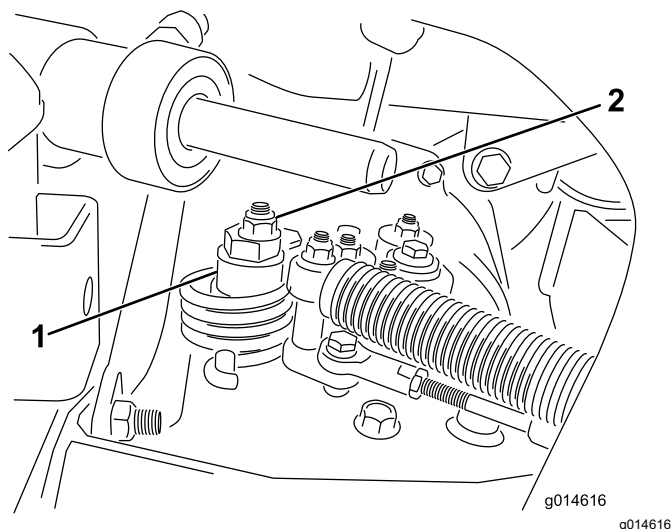

Figura 42
A. Liberte a porca que fixa o disco excêntrico ao cima do hidróstato (Figura 42).
C. Rode o disco excêntrico até eliminar a deslocação em qualquer um dos sentidos. Quando a roda deixar de rodar, aperte a porca, bloqueando deste modo o disco excêntrico e fixando a posição de ajuste (Figura 42). Verifique se o ajuste é o adequado colocando o acelerador nas posições LENTO e RÁPIDO.